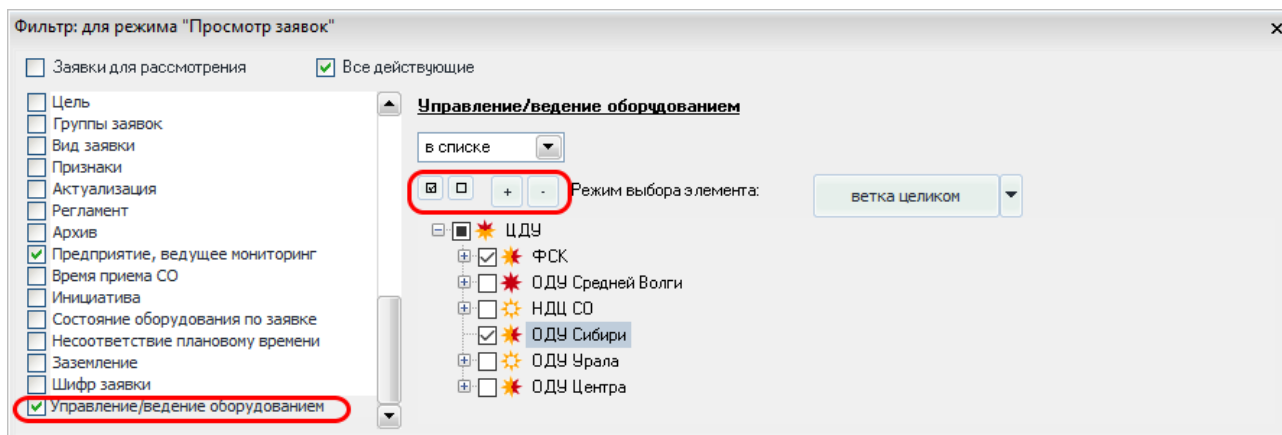

Рисунок 9.44 – Фильтрация по управлению/ведению оборудованием
- **Фильтр «Управление/ведение оборудованием»** – фильтрация по управлению/ведению оборудования заявки (Рисунок 9.44).